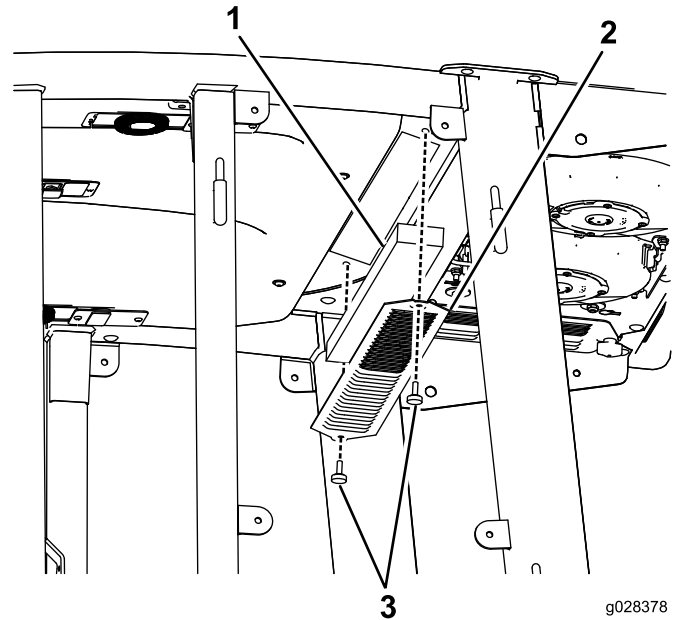
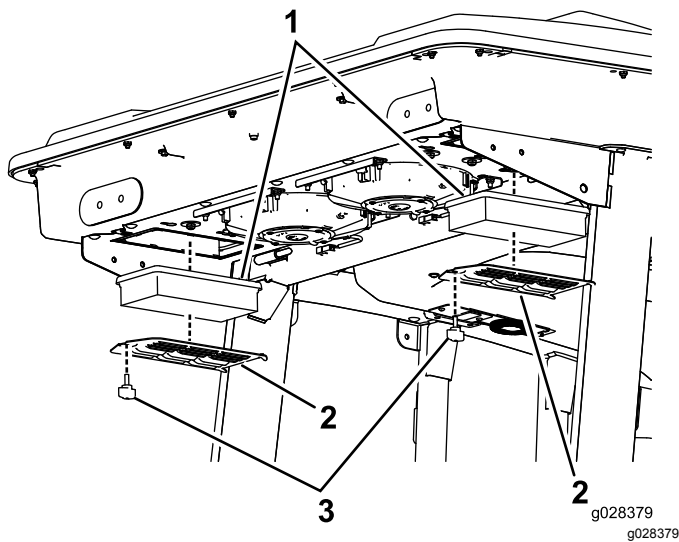
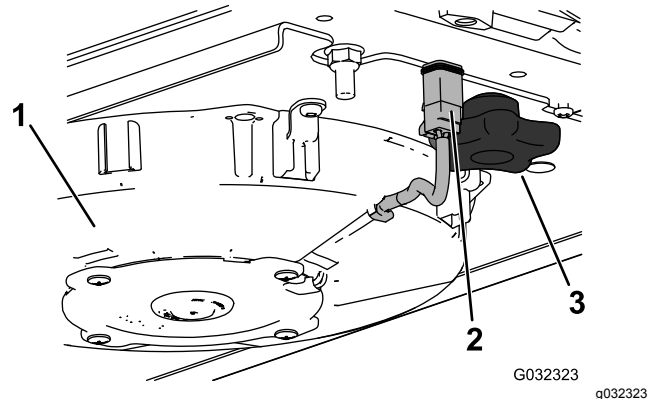
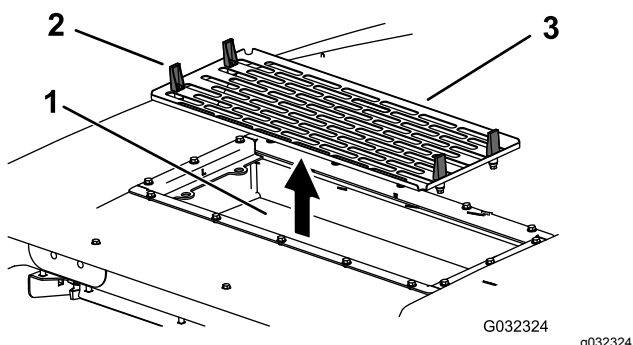

Bild 91
Bild 92
Bild 94
Bild 95
1. Nehmen Sie die Schrauben und Gitter von den internen und hinteren Kabinenluftfiltern ab (Bild 91 und Bild 92).
5. Entfernen Sie die Luftfilter (siehe Bild 92).
7. Bauen Sie Luftfilter, Gitter und Klimaanlage wieder ein (Bild 92, Bild 94 und Bild 95).
8. Schließen Sie das Kabel jedes Lüfters an (Bild 94).